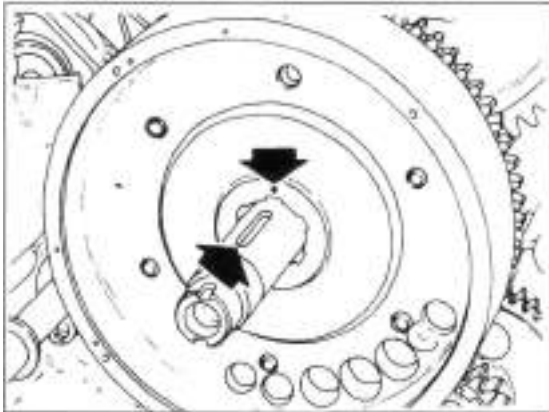

Bild 82
- Schwungrad mit Freilauf so auf Kurbelstumpf aufsetzen, dass der Körnerpunkt auf Schwungrad mit Nut auf Kurbelstumpf fluchtet (Bild 82).